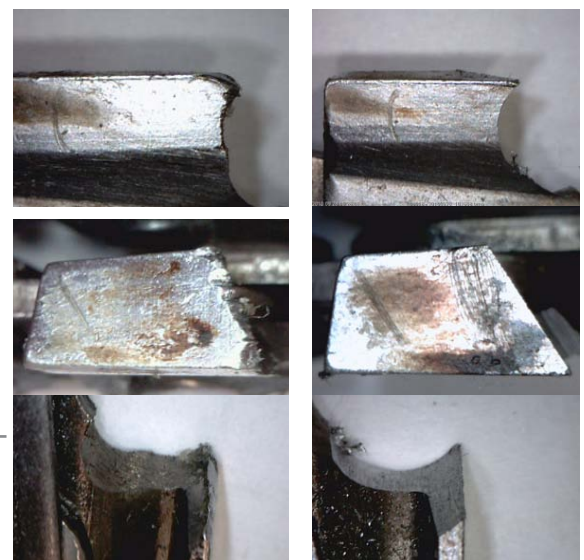

Bild 16
- Die Zahn-Innenseite glänzt metallisch blank (Bild 15 und Bild 16).
(Bild 16 Schneidezahn jeweils vor und nach dem Schärfen)